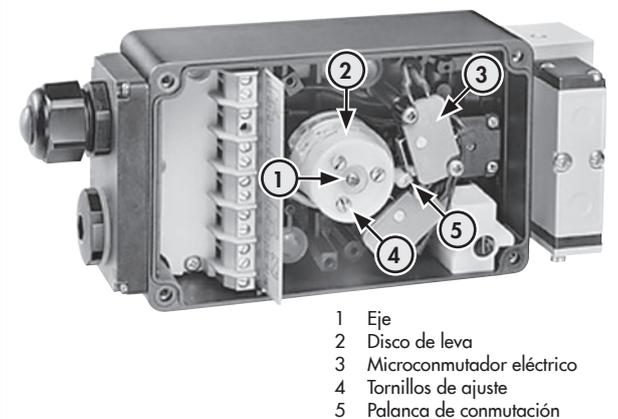

Fig. 4: Microconmutadores eléctricos
El eje (1) del final de carrera con microconmutadores eléctricos (fig. 4) está unido a un máximo de tres levas (2) ajustables. Las levas activan los microconmutadores eléctricos (3) a través del rodillo fijado en la palanca de conmutación (5). Las levas se ajustan a través de los tornillos de ajuste (4) a un punto de conmutación entre 0 y 180°.